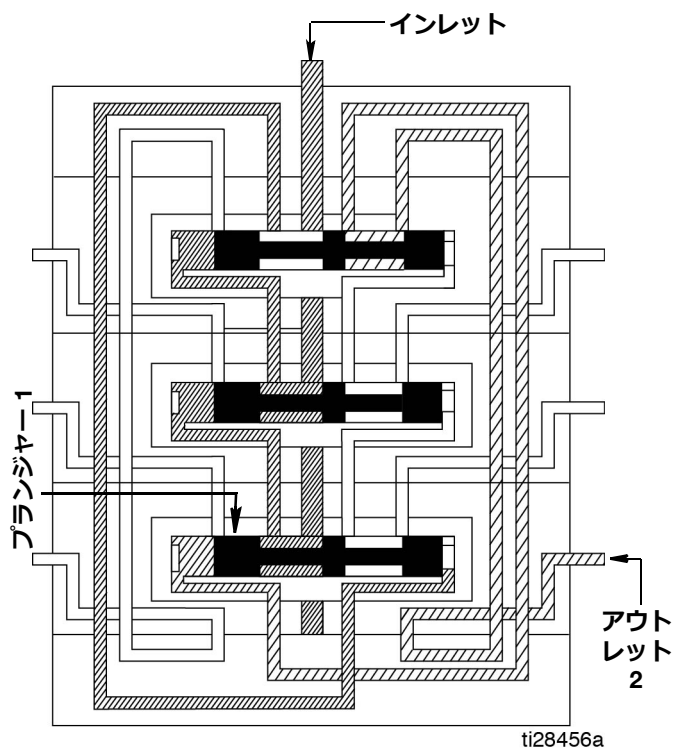

図 13
2. プランジャー 1 が開き、アウトレット 2 に送られます (図 13)。